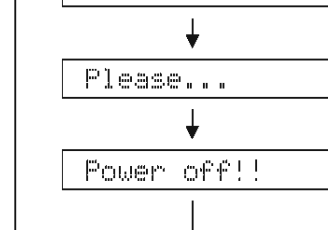

Fig. 3
- Press the "PLAY" key of the DVD/CD player. Then writing of the firmware is started. (Fig. 3)
- When writing of the firmware is completed, "Update Success", "Please..." and "Power off!!" are displayed repeatedly. (Fig. 3)
- DVD/CDプレーヤーの"PLAY"キーを押します。ファームウェアの書き込みが開始されます。(Fig. 3)
- ファームウェアの書き込み完了後、"Update Success"、"Please..."、"Power off!!"が繰り返し表示されます。(Fig. 3)